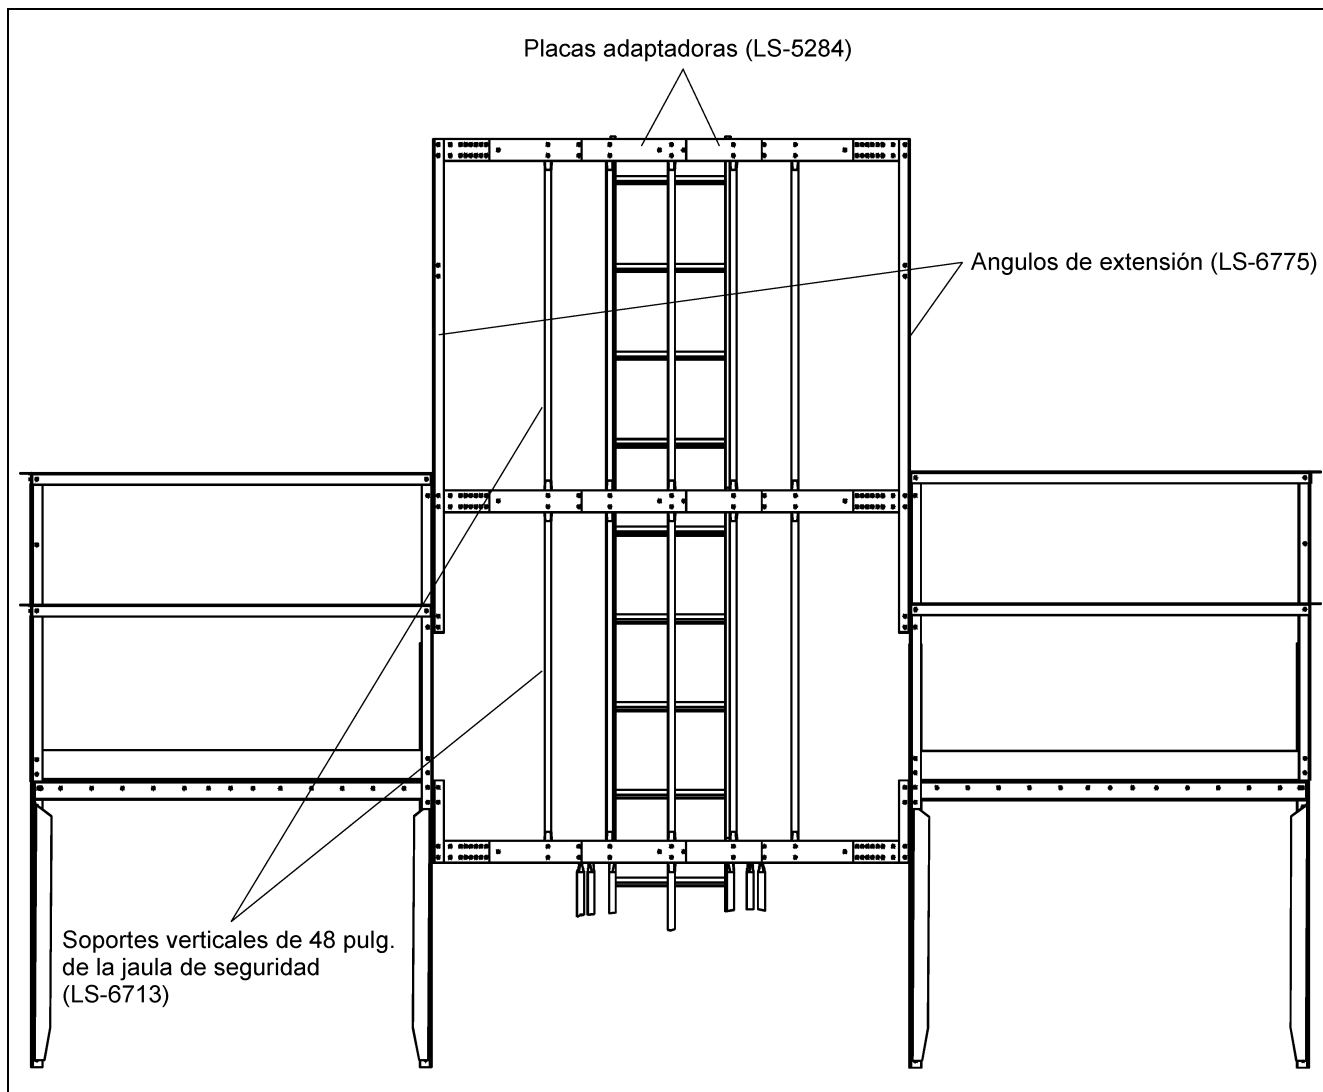

Figura 8Z
Luego de completar el marco de la jaula de seguridad, conecte los soportes verticales de 48 pulg. de una placa adaptadora a la otra como se muestra en la Figura 8Z. Esto necesitará de diez (10) soportes, cinco (5) entre cada set de placas adaptadoras. Los pernos deben tener sus cabezas hacia el interior de la jaula de seguridad. Refiérase a las Páginas 91 y 92 para la instalación de la jaula de seguridad y la jaula bell para completar la instalación de la puerta de acceso de la escala.